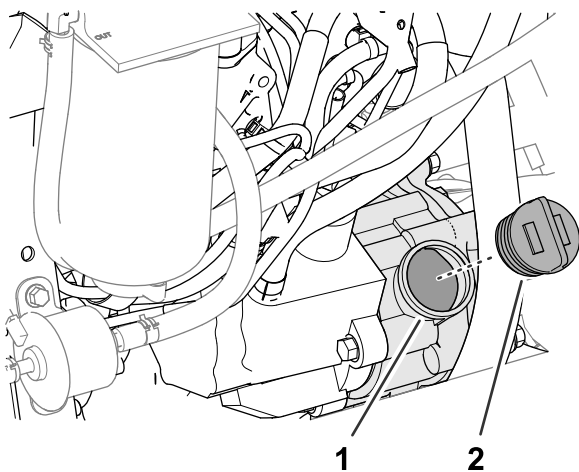

Рисунок 124
5. Если уровень масла низкий, снимите крышку маслозаливной горловины (Рисунок 124) и постепенно, небольшими порциями долейте масло, периодически проверяя его уровень, до отметки «Полный» на масломерном щупе.